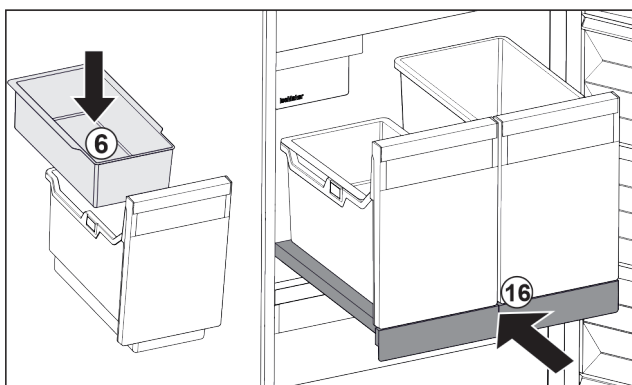

Fig. 106
- Inhangschaal Fig. 106 (6) voor ijsblokjes aanbrengen.
- Uitschuifplateau met bak (IceTower) er inschuiven. Fig. 106 (16)